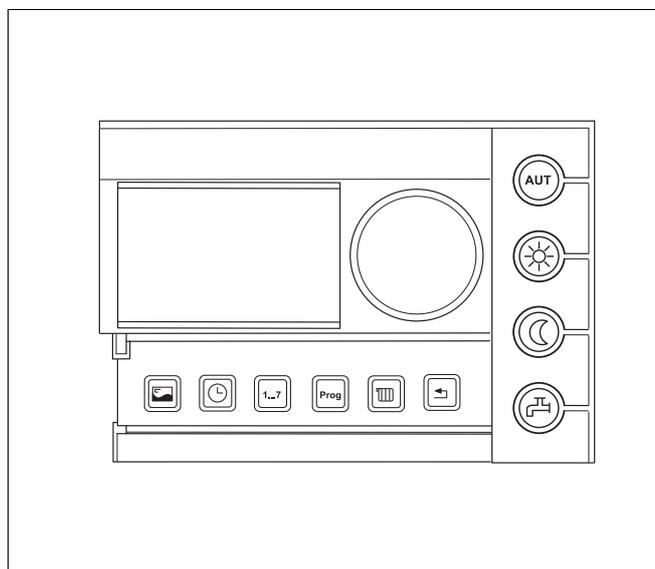

Fig. 7 Unità di servizio RC35 (con sportellino aperto)
- ▶ Effettuare le impostazioni dell'unità di servizio RC35 (fig. 7). Si consiglia di verificare o impostare quanto segue: